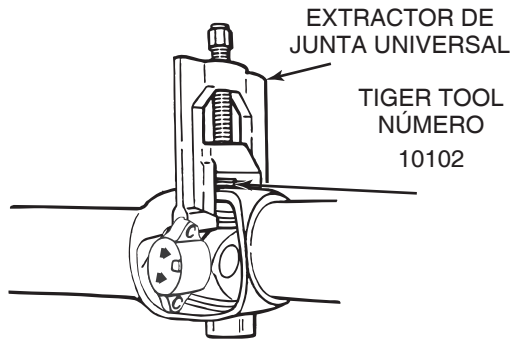

Figura 4.10
1. Posicione el extractor de junta universal (Tiger Tool número 10102). Consulte la página de notas de servicio en la tapa frontal interna de este manual sobre información para obtener esta herramienta. Figura 4.10.